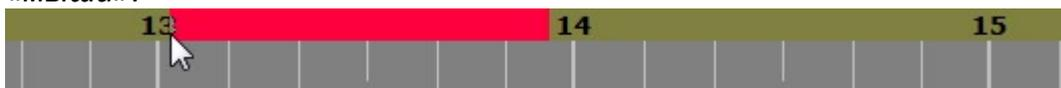

Рис.24. Выделен отрезок времени для смещения влево.
- подвести указатель «мыши» к часовой шкале, нажать на левую клавишу и протянуть, не отпуская, влево на нужный отрезок времени (см. рис.24). Выбранный отрезок времени при этом выделяется цветом. Отпустить левую клавишу «мыши».